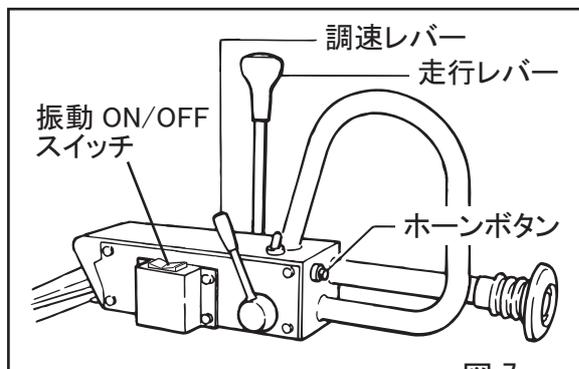

図 7
- 各レバー、ワイヤー(走行、調速)が確実に動作するか点検します。(図7)
- ホーンボタンを押して、ホーンが正常に鳴るか確認します。(図7)
- 調速レバーを一杯に開き、エンジンの回転を上げてください。(図 7)
- 警報装置(ホーン)が付いています。(図7)
- 走行レバーを停止[中立]、振動ON/OFFスイッチをOFFの位置にし、振動が停止する事を確認してから、调速レバーを始動位置に戻し3~5分間冷却運転を行ってください。(図7、8、14)